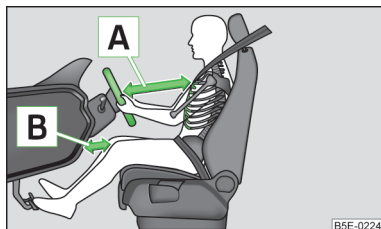

Fig. 120
- Reglați volanul în așa fel, încât distanța dintre volan și torace să fie de cel puțin 25 cm [A] » fig. 120. Reglați distanța de la picioare până la planșa de bord, în zona airbagului pentru genunchi, astfel încât distanța să fie de minim 10 cm [B]. Dacă nu se respectă această distanță, sistemul airbag nu își poate exercita eficiența maximă - Pericol!